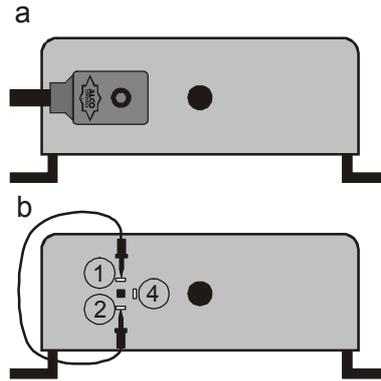

Fig. 1
Przed wykonaniem połączenia należy upewnić się, że moduł FSE-0xx znajduje się we właściwym położeniu między skraplaczem (1) a zbiornikiem (2) (Rys. 3) Należy stosować zespoły kablowe FSE-Nxx (do zastosowań standardowych) lub FSE-Lxx (zastosowań podanych przez UL/niskotemperaturowych). Ostrożnie nasunąć wtyczki na kołki modułu zasilającego FSP i modułu sterującego FSE. Możliwa jest tylko jedna prawidłowa pozycja połączenia (patrz Rys. 1 i 2). Uszczelki stanowią nieodłączną część zespołu kablowego. Śruby należy dokręcać momentem 0,05 Nm.
Należy zastosować zespół kabla FSP-Lxx (podany przez UL). Ostrożnie nasunąć wtyczkę na kołki modułu zasilającego FSP. Możliwa jest tylko jedna prawidłowa pozycja połączenia (patrz Rys. 1 i 2). Uszczelki stanowią nieodłączną część zespołu kablowego. Śruby należy dokręcać momentem 0,05 Nm. W celu podłączenia kabla od strony regulatora należy zapoznać się z dokumentacją regulatora.